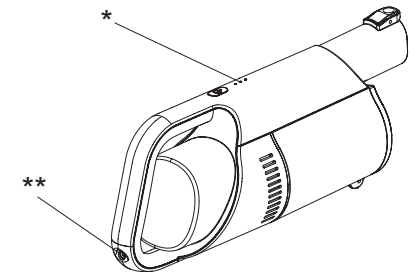

FIG. 4
4. Ładowanie (Rys.4; \*- lampka kontrolna; \*\*-złącze)